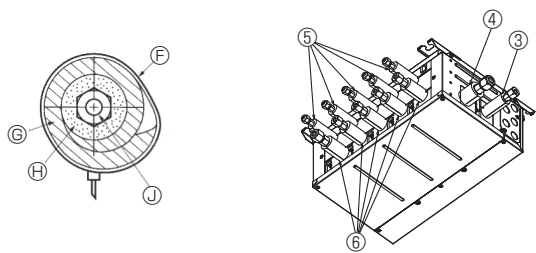
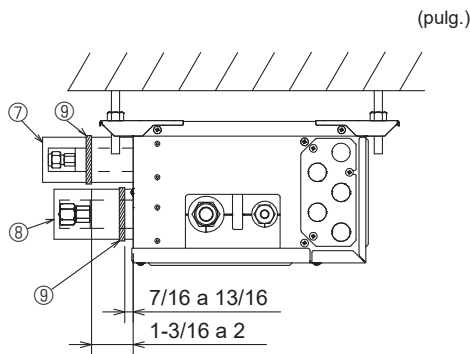

Fig. 7-3
Fig. 7-4
- Aísle los tubos de líquido y de gas de la caja de derivación aplicando alrededor de ellos espuma de polietileno resistente al calor. (Fig. 7-3)
- (5) Presione las cubiertas de los tubos ③ y ⑤ de la tubería de líquido contra la unidad y envuélvala para que se fije. (Fig. 7-3)
- (6) Presione las cubiertas de los tubos ④ y ⑥ de la tubería de gas contra la unidad y envuélvala para que se fije. (Fig. 7-3)
- (7) Aplique las cintas suministradas ⑨ en una posición de 7/16-13/16 pulg. (10-20 mm) de cada extremo de las cubiertas de los tubos (③④⑤⑥).
- (8) Si la unidad interior no está conectada, ajuste las cubiertas de los tubos que se suministran (con las tapas, ⑦ y ⑧) en las conexiones de los tubos de refrigerante de la caja de derivación contra la unidad para evitar el goteo de condensación de los tubos. (Fig. 7-4)
- (9) Fije las cubiertas de los tubos (⑦⑧) con las cintas ⑨ suministradas.
- ⑨ Cinta (3.1. N° de accesorio ⑨)
- ③④⑤⑥ Cubiertas de los tubos (3.1. N° de accesorio ③④⑤⑥)
- ⑦⑧ Material térmico aislante para tubo de refrigerante
- ④ Tubo de refrigerante
7.2. Manejo de los puertos que no están conectados a la unidad exterior (Fig. 7-4)